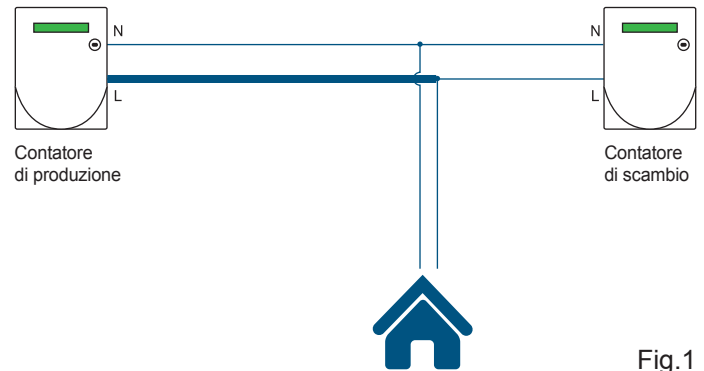
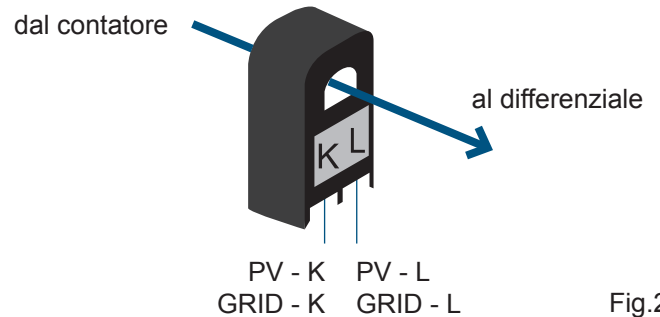

Fig.1
Fig.2
- a - Agganciare un C.T. al cavo di fase della produzione prestando attenzione al verso del TA e quindi alla posizione dell'etichetta del C.T. (Fig.1 e Fig.2).